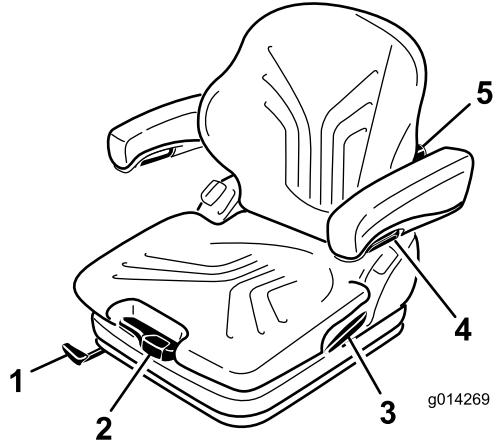

Рисунок 31
Регулировка сиденья по массе тела оператора осуществляется вытягиванием или нажиманием рычага регулировки по массе тела (Рисунок 31).
1. Для регулировки поднимите рычаг, чтобы разблокировать сиденье (Рисунок 31).
Поворачивая головку регулировки вверх, можно изменять изгиб подушки верхней части спинки. Поворачивая головку регулировки вниз, можно изменять изгиб подушки нижней части спинки (Рисунок 31).
Для регулировки высоты подлокотников отделите от крышки круглый колпачок (Рисунок 31), отпустите шестигранную гайку (13 мм) под нею, отрегулируйте
Для регулировки угла подлокотника поворачивайте головку регулировки (Рисунок 31).
Поднимите вверх блокировочный рычаг для высвобождения фиксатора спинки (Рисунок 31). При высвобождении фиксатора спинки не нажмайте на нее.